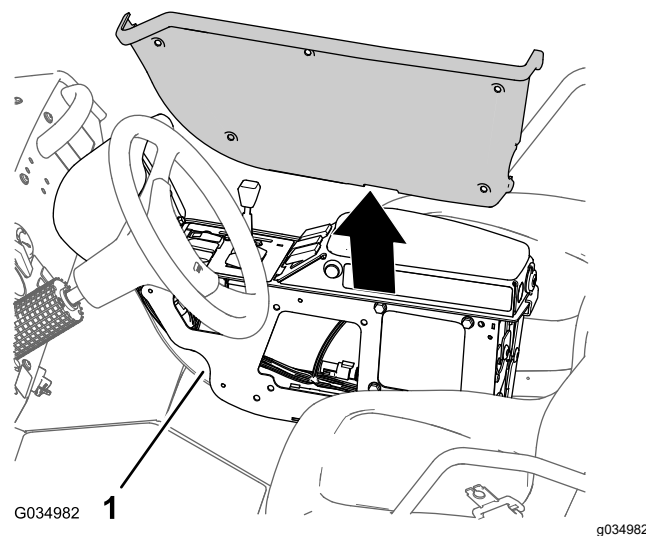

**Figure 103**
- Fixez le couvercle sur la console centrale à l'aide des 5 boulons à embase ( $\frac{1}{4} \times \frac{3}{4}$  po) retirés précédemment (Figure 103), et serrez les boulons à un couple de 5,20 à 6,78 N·m (46 à 60 po-lb).